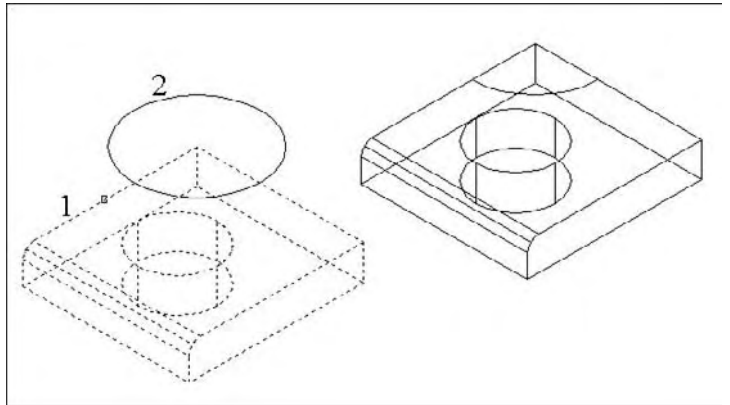

Fig.7.18
**Pour appliquer une empreinte sur un solide en 3D, la procédure est la suivante (fig.7.18) :**
- 5 Appuyez sur la touche ENTREE pour conserver les objets initiaux ou entrer <Y> (O) pour les supprimer : Y (O).